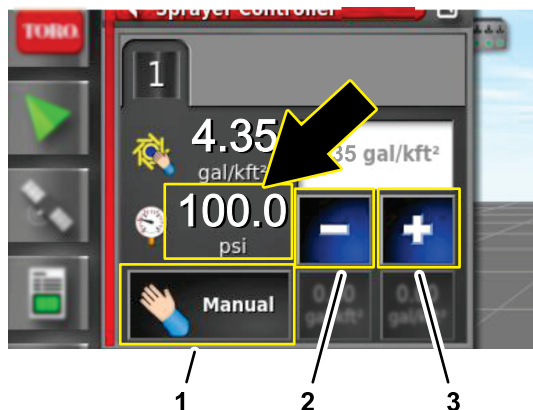

Bild 242
7. Tippen Sie im Dialogfenster Sprühmengensteuerung auf das SPRÜHMENGENMODUS-Symbol, bis der manuelle Modus angezeigt wird (Bild 242).
8. Stellen Sie den Druck des Sprühsystems (Bild 242) mit den +/--Tasten auf 6,9 bar ein.